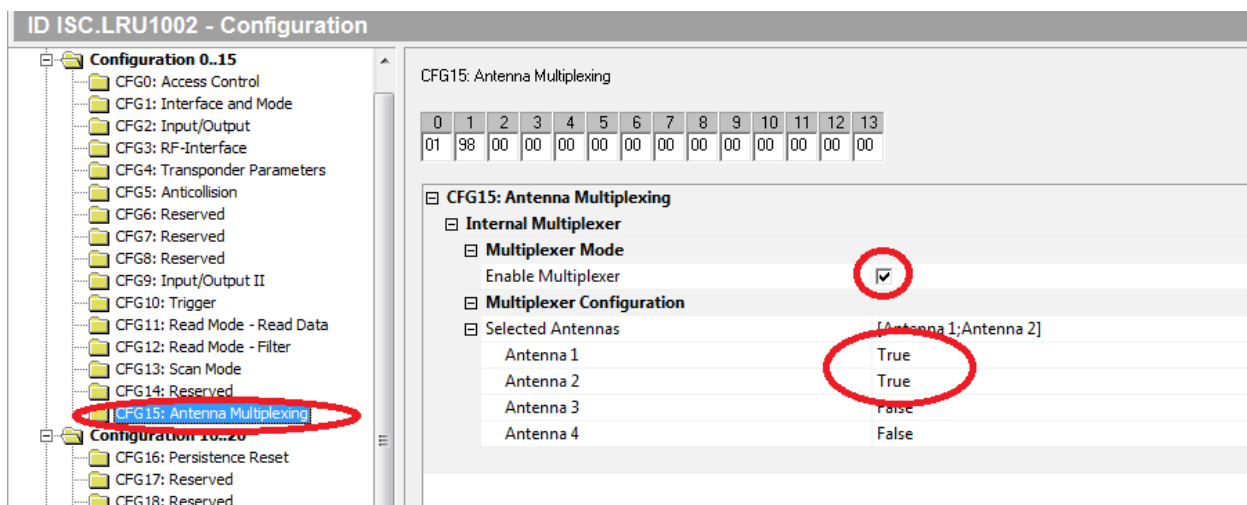

Рисунок 10
6.12 При подключении к системе 2 антенн, необходимо их активировать в меню CFG15 (см. рисунок 10). Для сохранения изменений нажать ox81 Write.